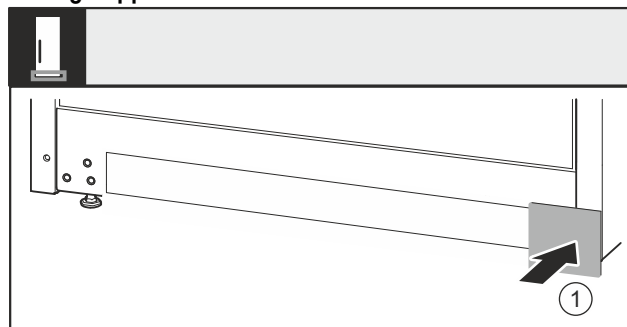

Fig. 39
- ▶ Riapplicare la copertura Fig. 39 (1) sull'altro lato.